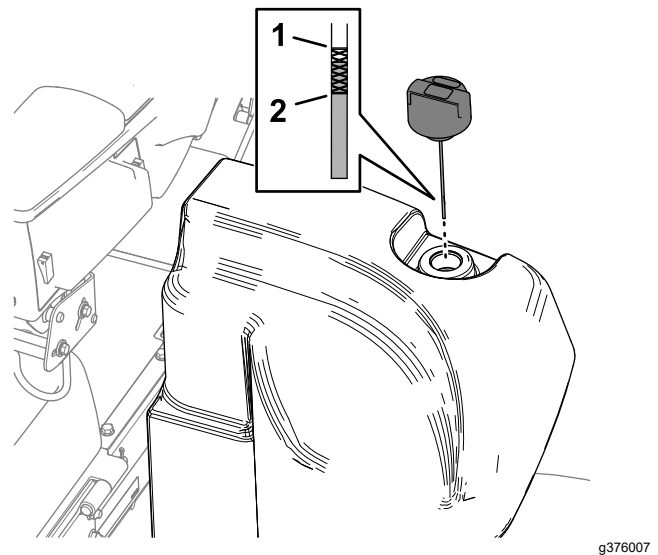

Figura 145
2. Limpie la zona alrededor del cuello de llenado y el tapón del depósito hidráulico (Figura 145).